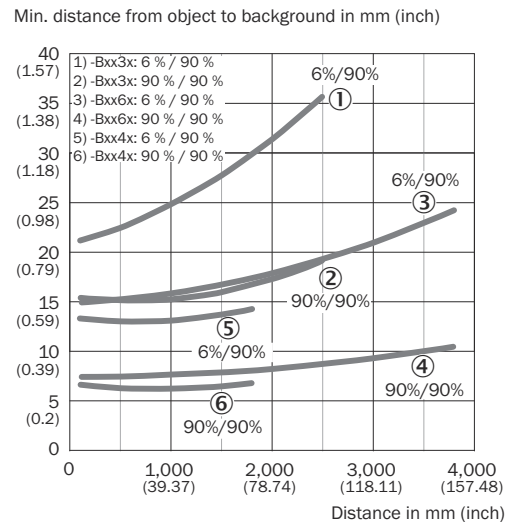

Abbildung 4: Kennlinie 1
Einsatzbedingungen prüfen: Schaltabstand und Distanz zum Objekt bzw. Hintergrund sowie Remissionsvermögen des Objektes mit dem zugehörigen Diagramm [Abbildung 4] abgleichen (x = Schaltabstand, y = Mindestabstand zwischen Objekt und Hintergrund in mm (Remission Objekt / Remission Hintergrund) (Remission: 6 % = schwarz, 90 % = weiß (bezogen auf Standardweiß nach DIN 5033)).
Die minimale Distanz (= y) für die Hintergrundausbblendung kann aus dem Diagramm [vgl. Abbildung 4 ①] wie folgt abgelesen werden: